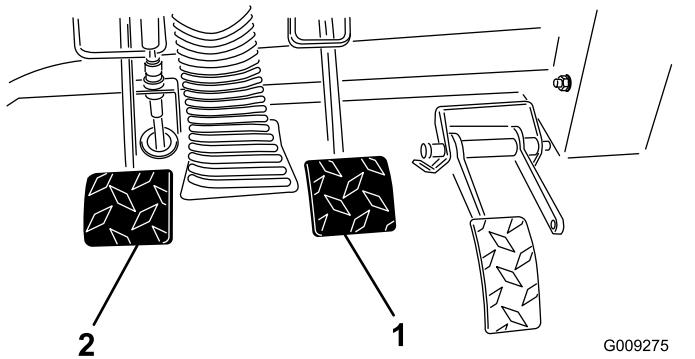

Figura 54
2. Tire hacia arriba del pedal de freno (Figura 54) hasta que entre en contacto con el bastidor.